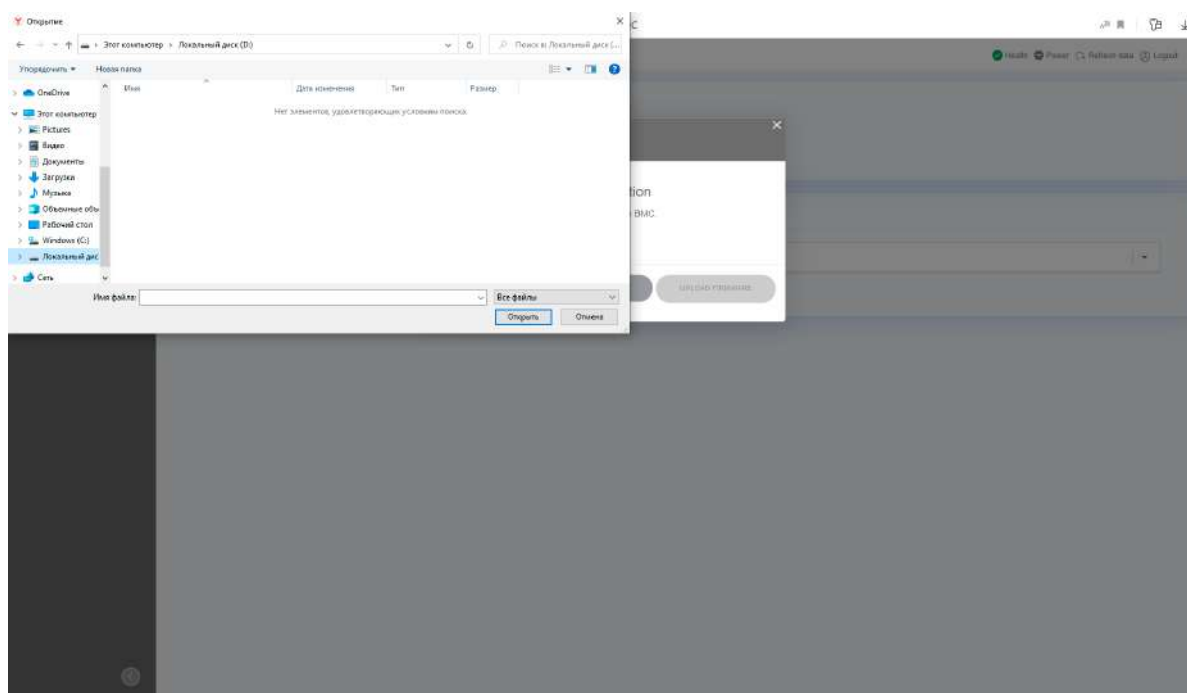

Рис. 80. Выбор директории с новой версией BMC
- 4) В нужной вам директории выберите файл с новой версией обновления BMC. Окно показано на рис. 80 Выбор директории с новой версией BMC